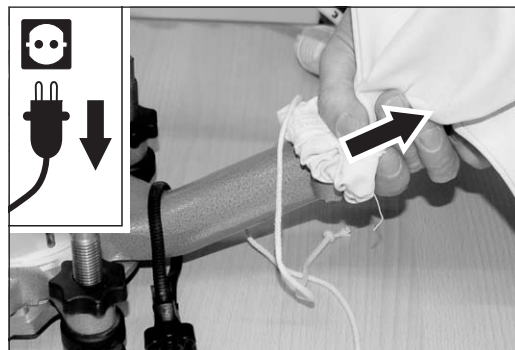
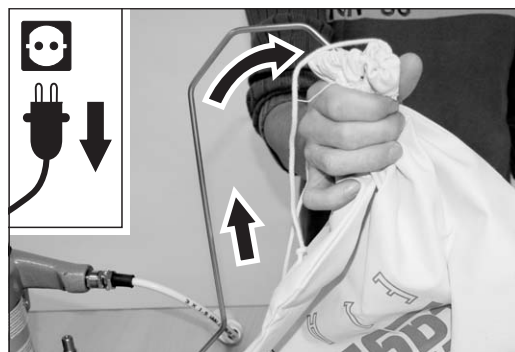

Abb. 33 Den Staubsack zuhalten und vorsichtig vom Stutzen am Ventilatorgehäuse abziehen.
Abb. 34 Den Staubsack zuhalten und vorsichtig vom Sackhaltebügel abziehen.
- 7 Halten Sie die Öffnung des Staubsacks zu und ziehen Sie ihn vorsichtig vom Stutzen des Ventilatorgehäuses (Abb. 33) und vom Sackhaltebügel (Abb. 34) ab. Verschließen Sie den Staubsack mit der Kordel, damit auf dem Weg zum Entleeren kein Staub entweicht.